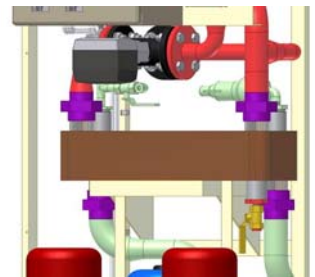

Abbildung 4.2-2
1. Lassen Sie die Flüssigkeit aus dem Primär- und Sekundärkreis ablaufen. Der Sekundärkreis wird über das Ventil V163 entleert (gelb in Abbildung 4.2-2). Der Primärkreis wird über die Ventile V301 und V302 entleert (siehe P&ID in Abbildung 2.2-2).
Lösen Sie die Anschlüsse des Primär- und Sekundärkreises (violett in Abbildung 4.2-2) von der Einheit. Die Anschlüsse können mit einem Ringschlüssel gelöst werden.